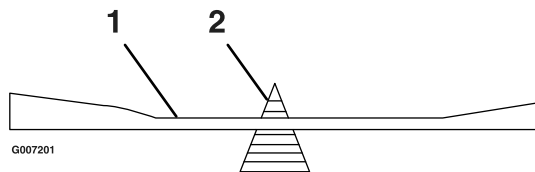

Figure 42
2. Vérifiez l'équilibre de la lame en la plaçant sur un équilibreur (Figure 42). Si la lame reste horizontale, elle est équilibrée et peut être utilisée. Si la lame est déséquilibrée, limez un peu l'extrémité de la partie incurvée seulement (Figure 42). Répétez la procédure jusqu'à ce que la lame soit équilibrée.